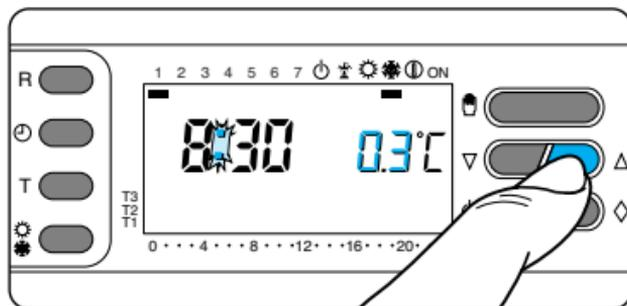

Fig. 77
15.4 - Premere il pulsante ∇ oppure Δ fino a raggiungere il valore desiderato (fig. 77).